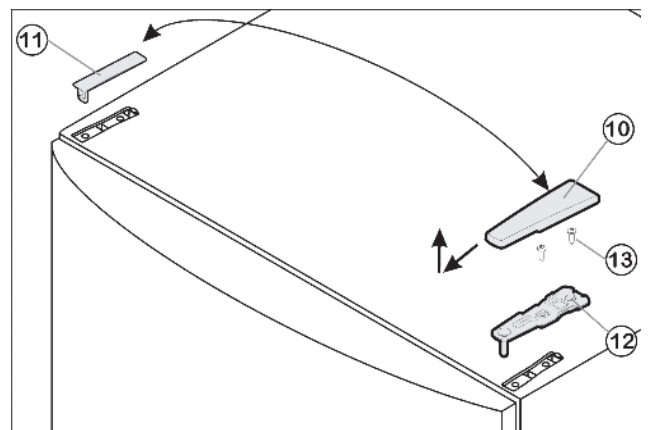

Fig. 8
- ▶ Enlever le cache Fig. 8 (10) vers l'avant et le haut.
- ▶ Retirer le cache Fig. 8 (11).
- ▶ Dévisser le Fig. 8 (12) support d'appui supérieur (2 Torx® 25) Fig. 8 (13) et retirer vers le haut.